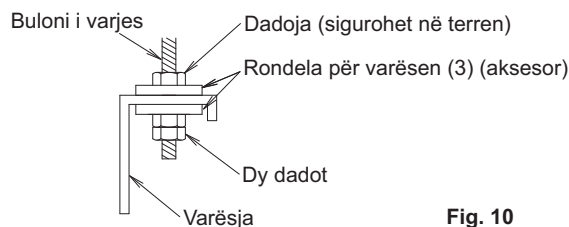

Fig. 10
- (1) Fiksoni varësen në bulonin e varjes. (Shihni fig. 10)